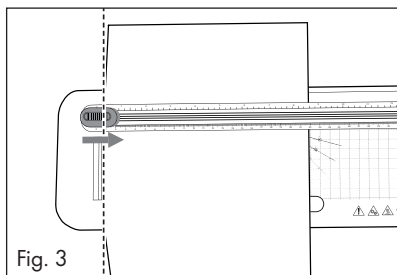

Fig. 3
- 3) Utilisez les repères sur la règle de coupe **1** pour aligner exactement le papier/film si vous souhaitez par exemple le raccourcir ou le couper en biais (voir fig. 3 et 4).